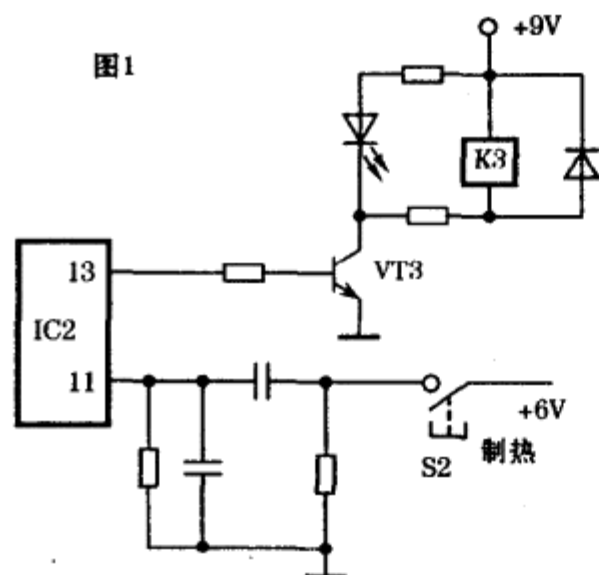
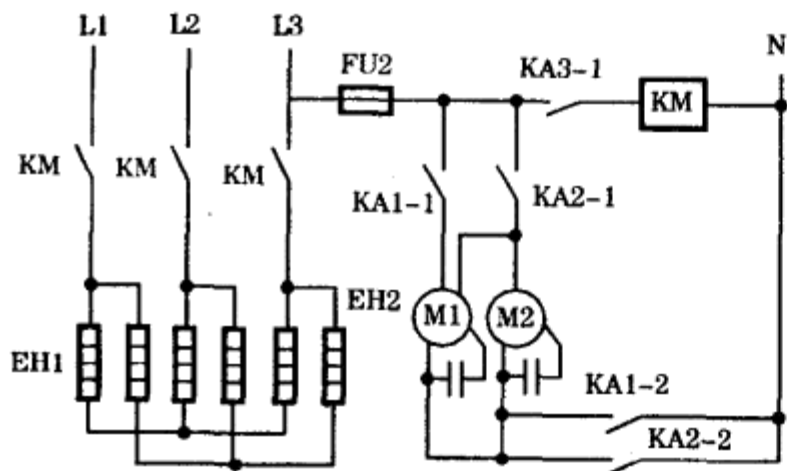
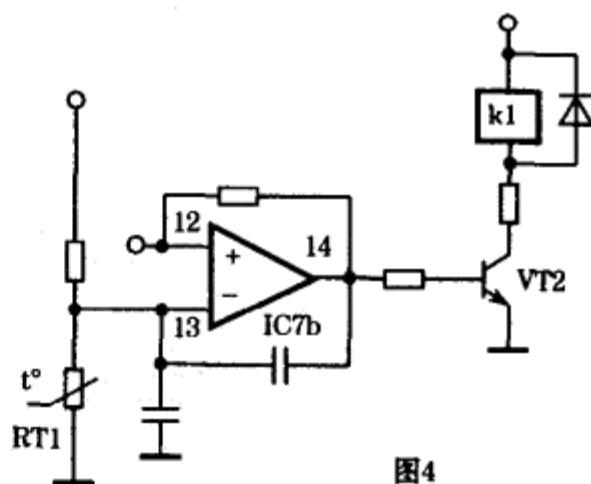

图1
图3
图4
(见图3所示)从VGA端子1、2、3脚接收到的R、G、B信号首先经过静电保护集成电路VGA100Q进行处理, VGA100Q实质是对输入信号进行双向箝位, 以保证AD9884不受损坏, 经处理后R、G、B信号分别经C150、C149、C148耦合至AD9884第⑦、⑧、⑨脚进行A/D变换, 另外VGA端子输入的行场同步信号第⑩、⑪脚也送至VGA100Q进行静电保护处理, 从VGA100Q第⑦、⑧脚输出, 经D5、D6稳压管箝位后进入74LVC126A(U11)缓冲放大, 行同步信号从第⑥脚输入U11, 经缓冲放大后从第⑥脚输出经缓冲放大的行同步信号馈送至AD9884第⑭脚, AD9884在行同步信号作用下产生PLL锁相环时钟信号, 提供AD9884的工作时钟; 同理场同步信号经U11缓冲放大后从第⑥脚输出, 馈送至
AD9884在PW112总线(第⑧、⑨脚)的控制下, 对输入的模拟的基色R、G、B信号经滤波、采样保持、量化、编码等过程处理后, 分别从AD9884第⑭~⑯、⑰~⑱、⑲~⑳脚输出8bit的R、G、B数字信号, 同时产生像素时钟信号DATAACK, 从第⑲脚送至PW112第⑲脚, 保证PW112与AD9884同步协调工作(见图4所示)。
**分析检修：**能制冷无法制热，重点检查制热相关电路（相关电路如图1、图2、图3、图4所示）。正常